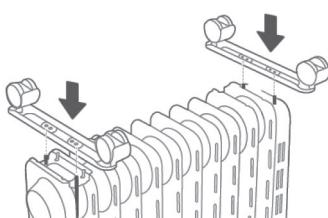

Figura 1
2. Asa cum se arata in figura 1, aliniati gaurile de montare ale unui set de roti si instalati-l pe surubul placii placutei pentru rotile de la capatul aripioarei radiatorului. Faceti acelasi lucru cu celalalt set de roti.